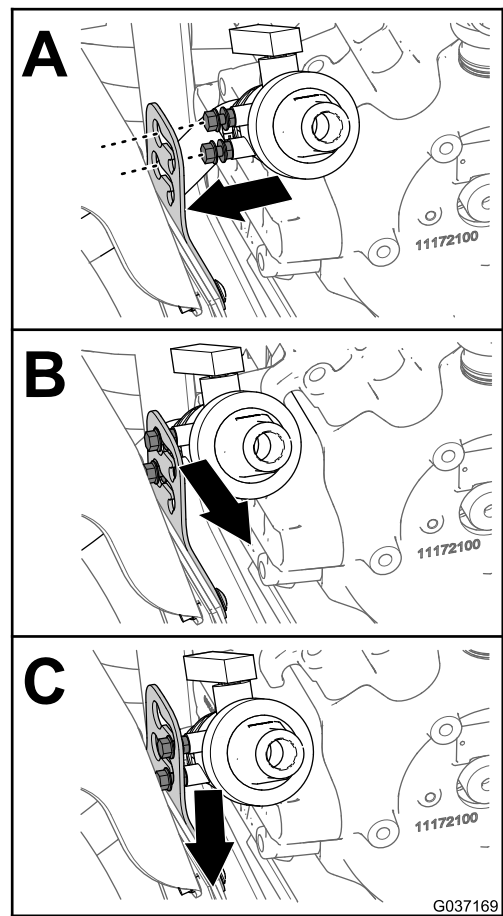

图13
6. 将排水阀的锁紧螺母与排水阀支架上锁孔槽中的孔对齐 (图13)。
7. 向外下方移动排水阀，以便将排水阀固定到支架 (图13中的 B 和 C)。